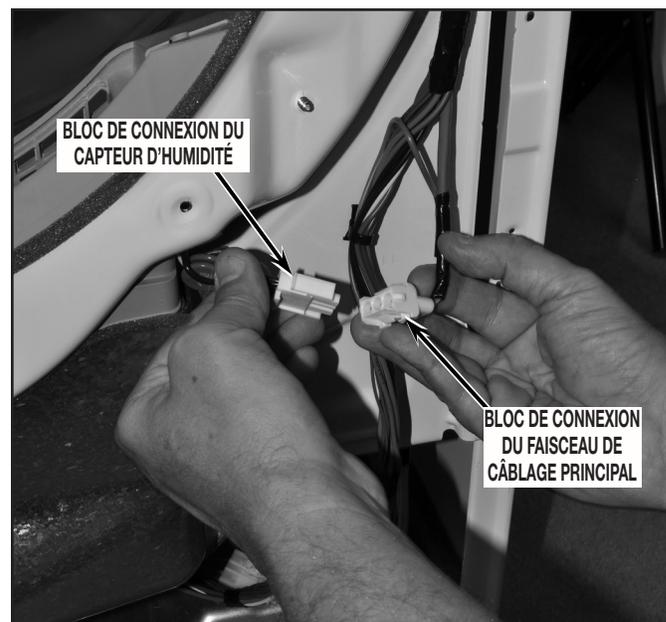

FIGURE 12
16. Débrancher le connecteur du capteur d'humidité du bloc de connexion du faisceau de câblage principal situé en bas/à droite de la sécheuse. Voir Figure 12.